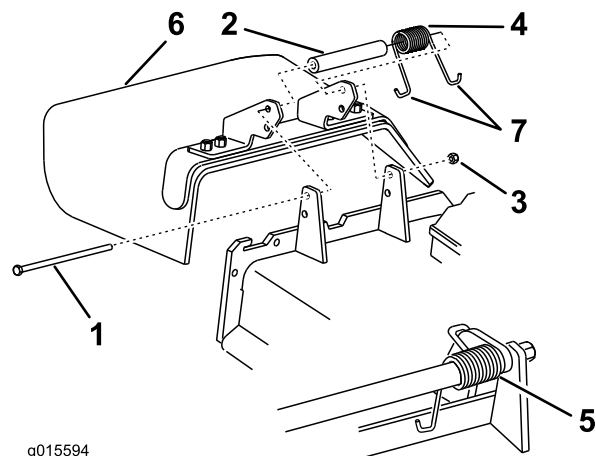

図 90
1. デフレクタをピボット・ブラケットに固定しているロックナット、ボルト、スプリング、スペーサを外す (図 90)。デフレクタを取り外す。
注 必ず J 形端部のひとつをデッキ後部のエッジに引っ掛け、それから 図 90 のようにボルトを取り付けてください。
3. ボルトとナットを取り付ける。J 形端部のひとつをデフレクタに引っ掛ける (図 90)。